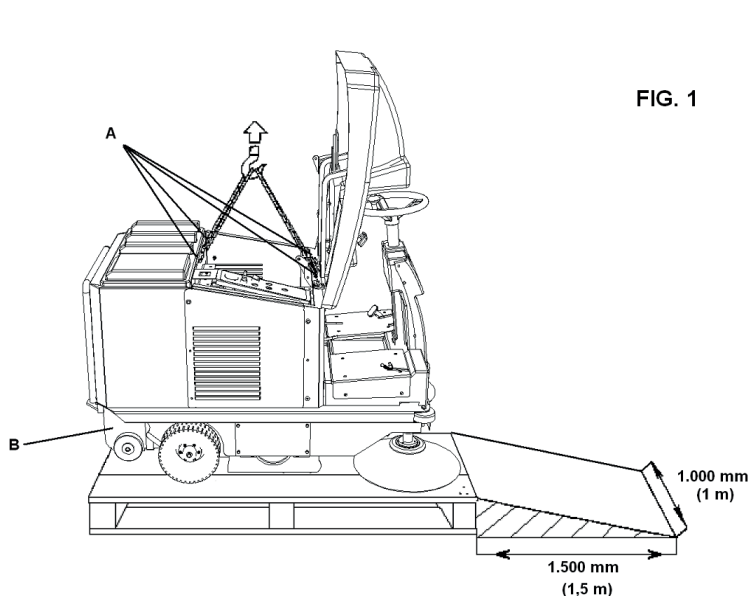

FIG. 1
- 1) Preparen un gancho de 4 tirantes que tenga una capacidad adecuada a la masa de la máquina (indicada en la placa CE). Levanten el capó del motor y enrosquen las 4 armellas o ganchos de elevación en las correspondientes rocas (los ganchos de elevación están en la gaveta de recogida -**Detalle B Fig. 1**-, junto con los cepillos laterales y los manuales de instrucciones); enganchen las cuatro correas a los respectivos ganchos de elevación de la máquina -**Detalle A Fig. 1**-, y con la ayuda de una carretilla elevadora o de un puente-grúa (de capacidad adecuada a la masa de la máquina), elévenla de la bancada y pónganla en el suelo apoyándola muy despacio.